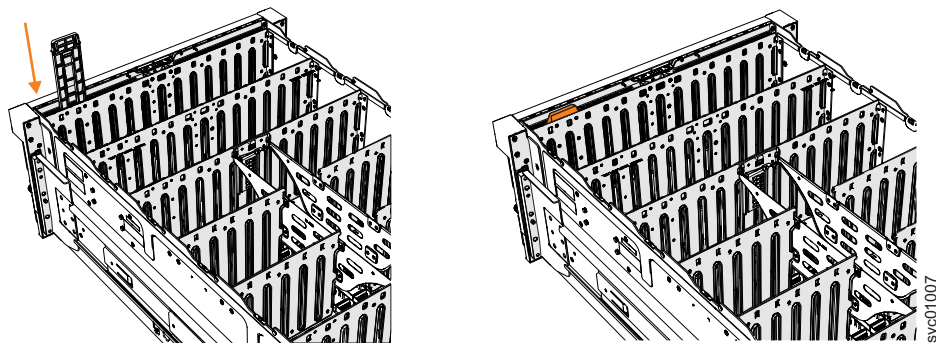

图 109. 安装显示面板组合件
2. 小心地将显示面板组合件与扩展机柜前部的插槽对齐，如第 122 页的图 109 中所示。